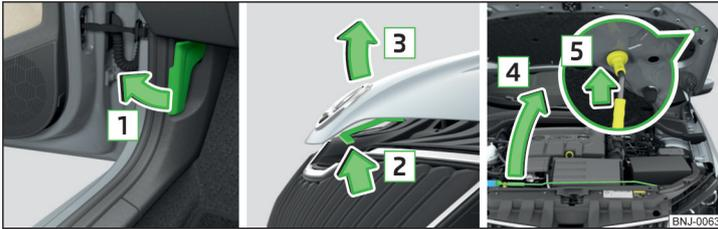

Abb. 156 Motorraumklappe öffnen
- Am Entriegelungshebel unterhalb der Schalttafel in Pfeilrichtung **1** ziehen » Abb. 156.
Niemals die Motorraumklappe am Entriegelungshebel anheben » Abb. 156.